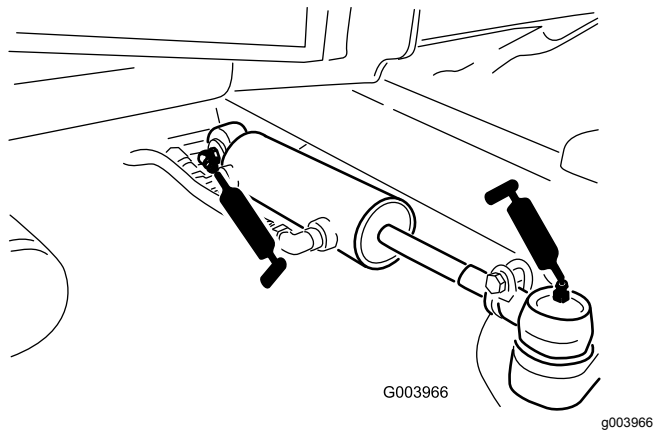

図 44
- ステアリングシリンダのボールジョイント 2ヶ所 (図 44)